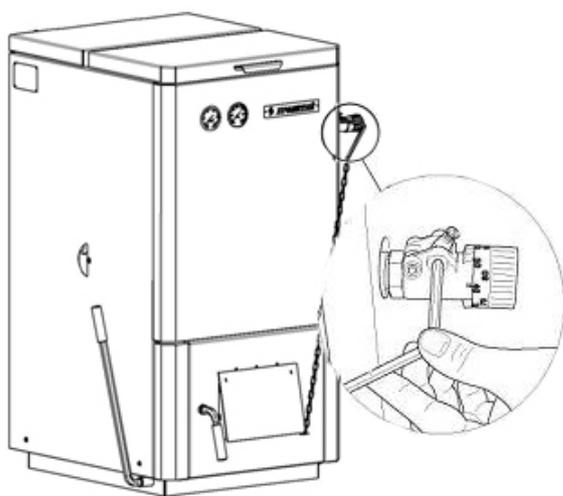

Рисунок 15 – Регулировка натяжения цепи
- 3) Отрегулировать натяжение цепи положением рычага (или укоротить цепь) так, чтобы воздушная заслонка при температуре котловой воды 85°С была закрыта до минимального расстояния, и цепь оставалась немного свободной (см. Рисунок 15).